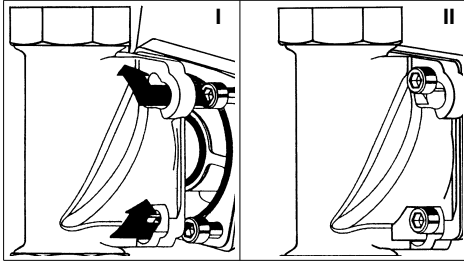

Abb. 6: Einbaudrehflansch mit Bajonett
- An den Einbaudrehflansch so ansetzen, dass die Schraubenköpfe durch die Bajonettbohrungen hindurch gehen (siehe Abb. 6 I).
- Das Einzelgerät ca. 30° im Uhrzeigersinn zurückschwenken und die vier Innensechskantschrauben festziehen (siehe Abb. 6 II).